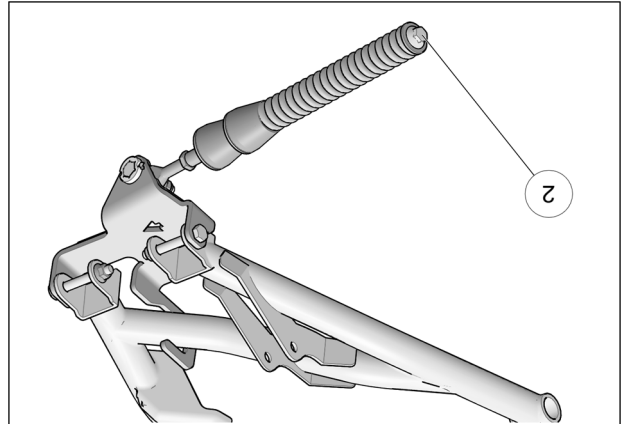

Fig. 11
11. Vérifier que le boulon du ressort (2) est serré au couple recommandé : $75\text{ N}\cdot\text{m}$ [$55\text{ lb}\cdot\text{ft}$]. Fig. 11